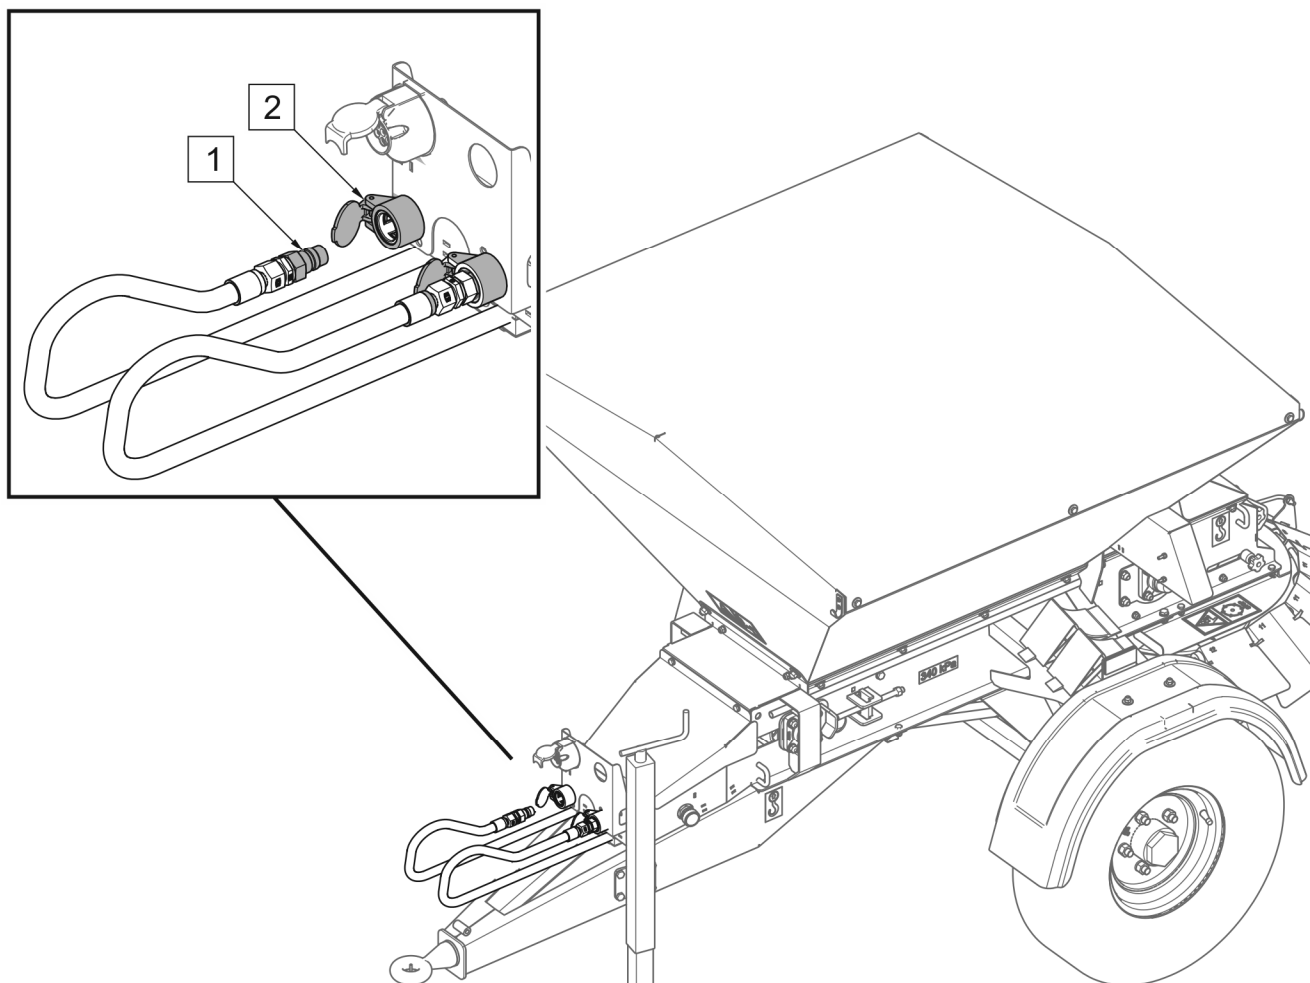

РИСУНОК 4.15 **Захист штекерів гідравлічних швидкоз'єднувальних пристроїв**
- Від'єднайте трубопроводи гідравлічної системи від носія (РИСУНОК 4.15). Вставте штекери гідравлічного роз'єму в гнізда на дишлі розкидача – стосується розкидачів з гідравлічним приводом.